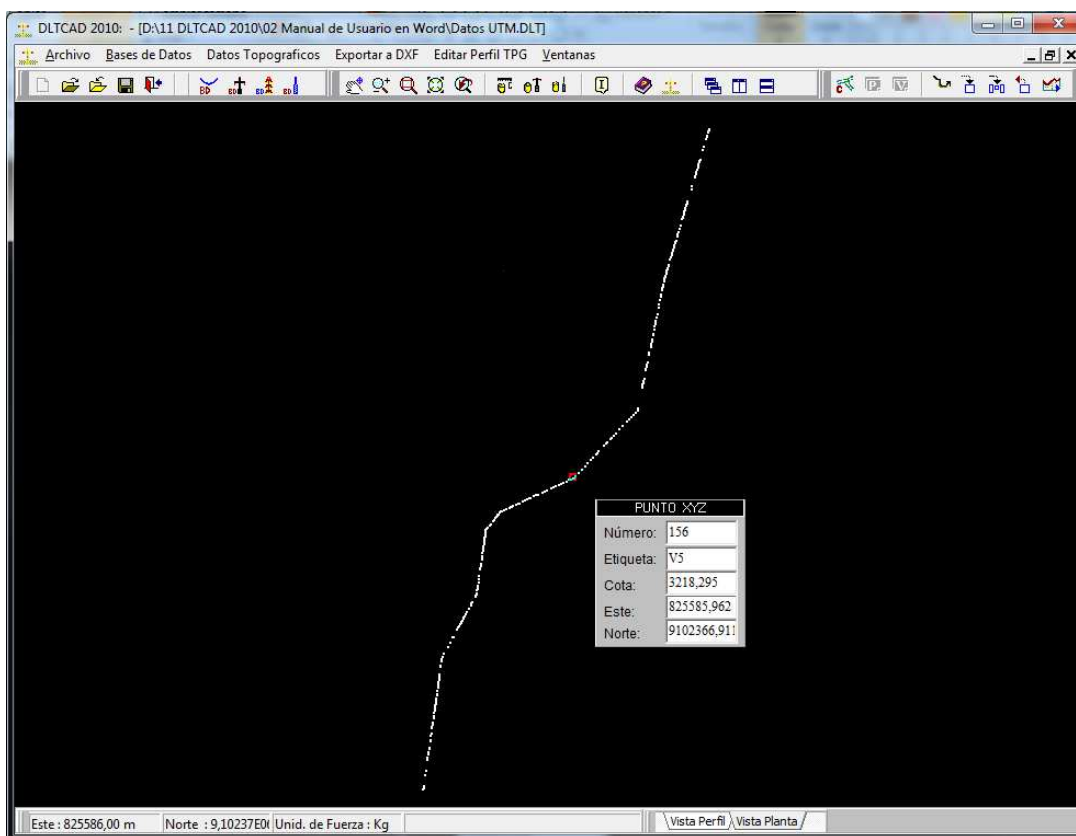

Fig. 12
4. Finalmente se muestra el gráfico de los puntos topográficos cargados en vista de planta (Ver Fig. 12).
Para tener acceso a las opciones que se describen a continuación, debe estar activa la “Vista en Planta” (Ver Fig 12). Esto lo puede activar con la pestaña “Vista de Planta” que aparece en la parte inferior derecha de la pantalla de diseño.